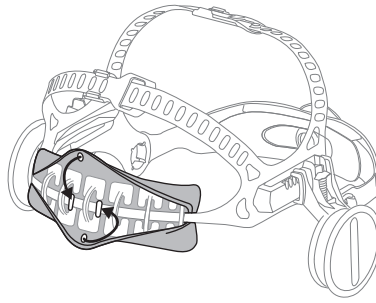

Fig. 11b
- c. Tirer sur les boucles de maintien du bandeau antisudation par-dessus les crochets du dispositif de retenue pour bien le fixer (Fig. 11b et 11c).